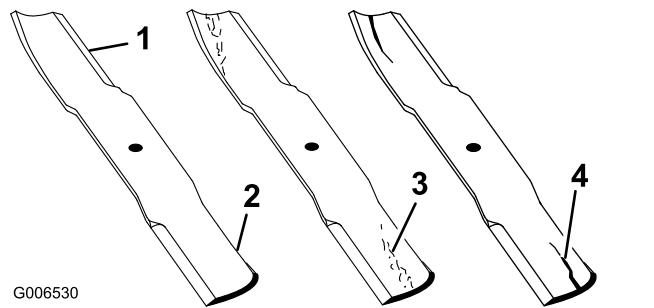

Figura 142
2. Examine cuidadosamente los extremos de corte de la cuchilla, sobre todo en el punto donde convergen la parte plana y la parte curva de la cuchilla, tal y como se muestra en Figura 142.
Nota: Puesto que la arena y cualquier material abrasivo pueden desgastar el metal que conecta las partes curva y plana de la cuchilla, compruebe la cuchilla antes de utilizar el cortacésped. Si se aprecia desgaste, cambie la cuchilla (Figura 142).